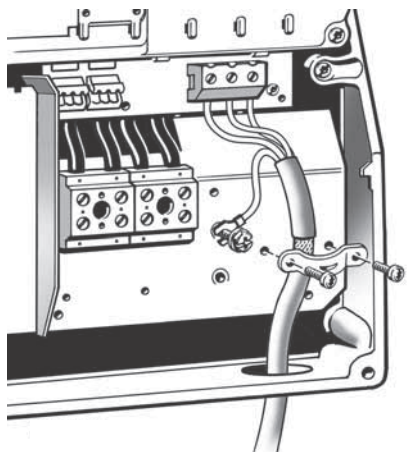

Рис. 15 Подключение двигателя, корпуса В1 и В2
1. Подключите заземляющий провод к клемме 99 (PE). См. рис. 15.
2. Подключите провода двигателя к клеммам 96 (U), 97 (V), 98 (W).